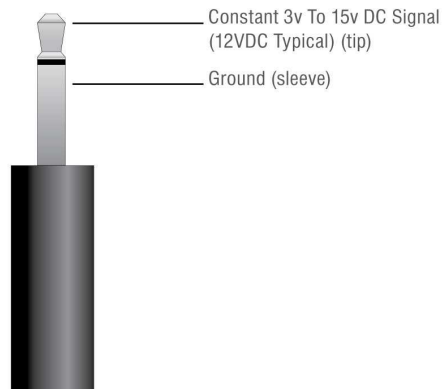

FIGURE 1: Detail du jack 3,5mm de commande trigger 12vDetail .
(B) 12V COMMANDE TRIGGER: Fiche jack mono de 3.5 mm pour la mise en fonction / ou en veille via un autre appareil qui disposera d'une commande compatible dans une installation-voir fig 1- La commande trigger coupe le son sur les enceintes mais laisse disponible les sorties «Preamp out » pour une possible écoute au casque.